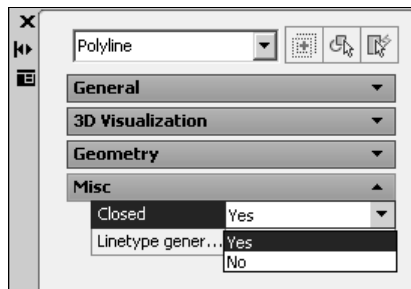

Рис. 7.9. Замыкание полилинии с помощью окна **Properties**
3. В диалоговом окне **Properties** (Свойства) измените редактируемые параметры полилинии. Так, например, для замыкания или размыкания полилинии необходимо в поле **Misc** (Разное) найти строчку **Closed** (Замкнуто) и установить в ней **Yes** (Да) или **No** (Нет) соответственно (рис. 7.9).